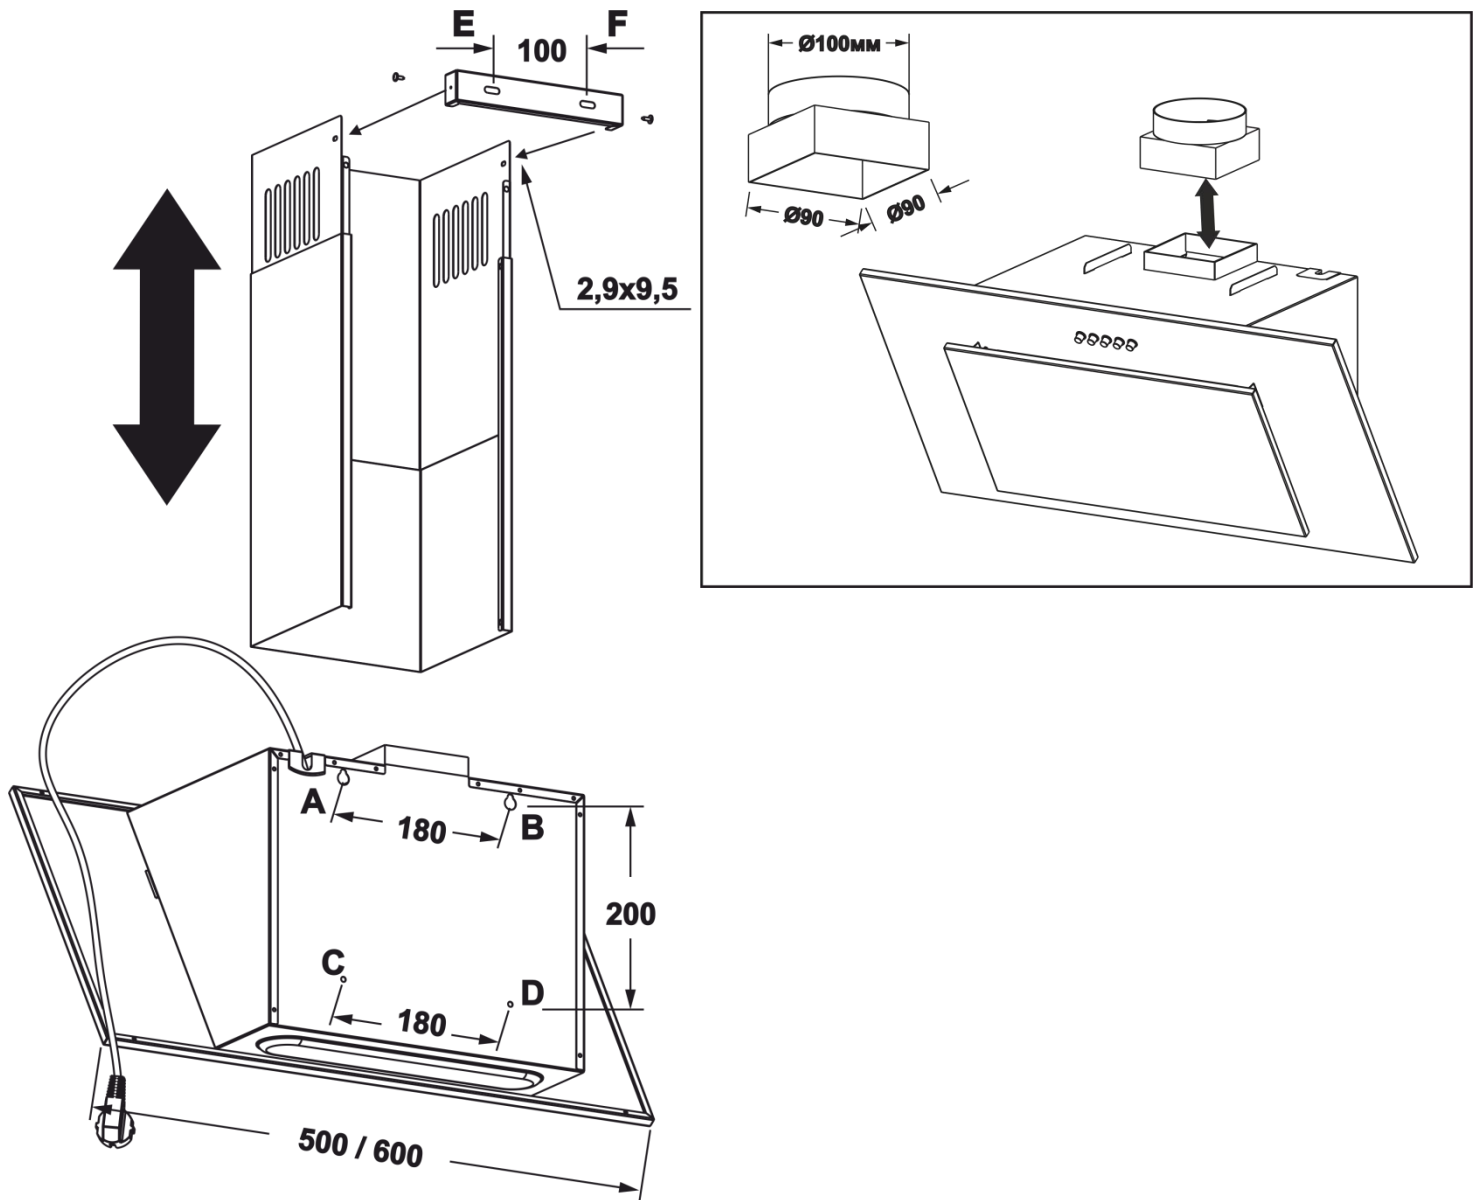

Рис.4
- 6.4 Проведіть розмітку кріпильних отворів корпусу на стіні кухні. Для цього виготовте паперовий шаблон з координатами 4-х отворів на задній стінці корпусу (точки А, В, С, D див схема монтажу); прикладіть шаблон до стіни на необхідній висоті, що вказана вище, і вирівняйте його по рівню (рис.4).
- 6.10 Установіть телескопічний коминак на корпусі витяжки. Підніміть верхню панель коминка з планкою під стелю, щоб він закривав повітровід вентиляції, і розмітьте по пазам планки 2 отвори під кріплення (т. Е, F) (рис.4).
6.14 Установіть зовнішню панель комінка в пази на корпусі витяжки, а внутрішню – підніміть вгору до суміщення отворів кріплення з планкою і з'єднайте їх з боків 2-ма шурупами **ПКГ 2,9x9,5** (рис.4).